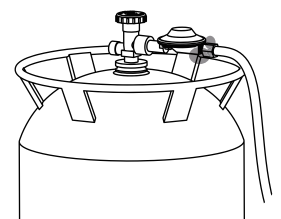

Figure 9
- Του ρυθμιστή και του σωλήνα (βλ. Figure 9)